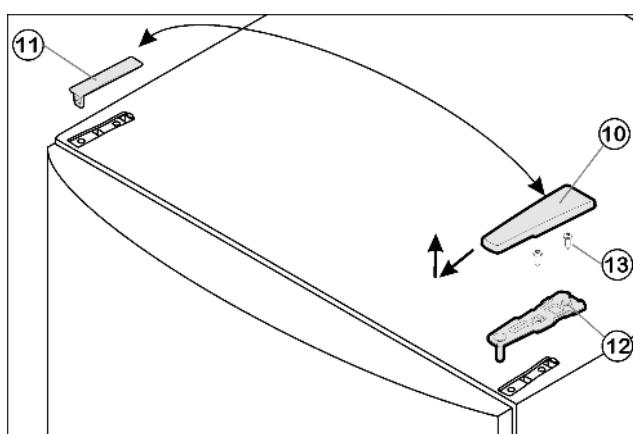

Fig. 4
- Відведіть кришку Fig. 4 (10) вперед і вгору.
- Зніміть кришку Fig. 4 (11).
- Викрутіть верхній опорний кронштейн Fig. 4 (12)(2 шт. Torx® 25) Fig. 4 (13) і відведіть вгору.
- ▶ Встановіть верхній опорний кронштейн Fig. 4 (12) в дверцята на новий бік шарніра.
- ▶ Пригвинтіть верхній опорний кронштейн Fig. 4 (12) (**з моментом 4 Нм**) гвинтами (2 шт. Torx® 25) Fig. 4 (13). Попередньо зробіть отвори для гвинтів або використовуйте викрутку з акумулятором.
- ▶ Кришку Fig. 4 (10) та кришку Fig. 4 (11) зафіксуйте з протилежного боку.